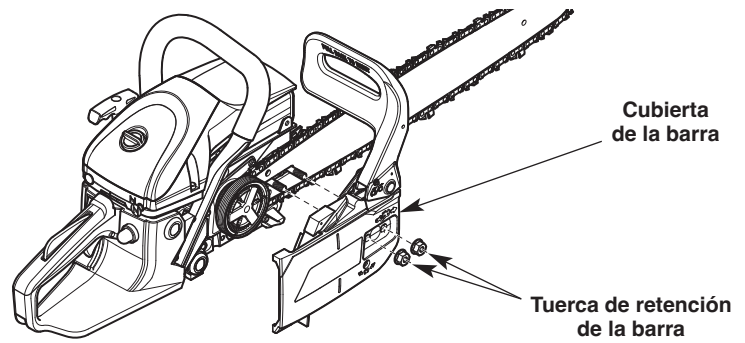

Fig. 29
2. Utilice la llave/destornillador o una llave de ½ pulgada (13 mm) para aflojar las tuercas de retención de la barra (Fig. 29).
3. Retire las tuercas de retención de la barra y la cubierta de la barra (Fig. 29).